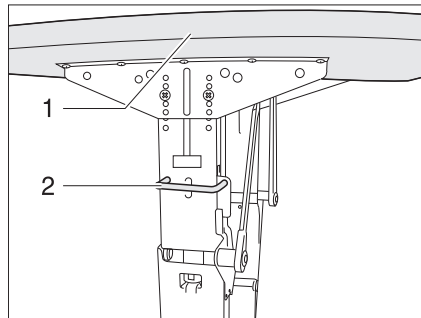

Fig. 56 Bloqueo mesa abatible con armazón metálico
- Empujar el tirador (Fig. 56,2) hacia arriba.
- Abatir hacia abajo el tablero de mesa (Fig. 56,1) formando un arco hasta que el tirador quede engatillado.